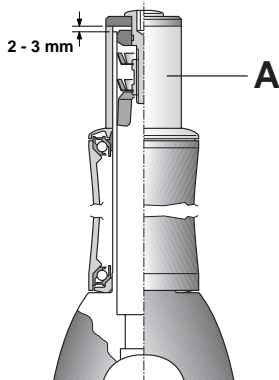

Fig. 3
• Per calcolare la lunghezza del canotto della forcella installate la serie sterzo seguendo le operazioni descritte di seguito, installate l'attacco manubrio (A - Fig.3). La forcella dovrà essere accorciata della parte eccedente l'attacco manubrio e di ulteriori 2-3 mm.
• To determine the length of the steerer tube of the fork, prepare the headset following the above-mentioned instructions. Mount the handlebar coupling (A - fig. 3); the fork length must be adjusted 2 to 3 mm less than the length of the handlebar coupling.
• Zur Berechnung der Gabelschaftlänge den Steuersatz gemäß den nachfolgend beschriebenen Vorgängen installieren und den Lenkervorbau (A - Abb. 3) montieren: Der Gabelschaft muss um die über den Lenkervorbau überstehende Länge plus 2-3 mm gekürzt werden.
• Pour calculer la longueur du pivot de la fourche, monter le jeu de direction en suivant les opérations décrites ci-après. Monter la potence (A - Fig. 3). La fourche devra être raccourcie en coupant toute la partie dépassant la potence, plus 2-3 mm supplémentaires.
• Para calcular la longitud del tubo de la horquilla, montar el juego de dirección según las operaciones descritas a continuación, instalar la unión del manillar (A - Fig. 3). Hay que acortar la horquilla que excede la unión del manillar, más otros 2-3 mm.
• Om de lengte te bepalen van de voorvorkbuis, monteert u de Hiddenset volgens onderstaande instructies en monteert u de stuurpen (A - fig. 3). Meet de lengte die uit de stuurpen steekt en verhoog deze maat met 2-3 mm. Kort de buis in met de lengte die dan overblijft.